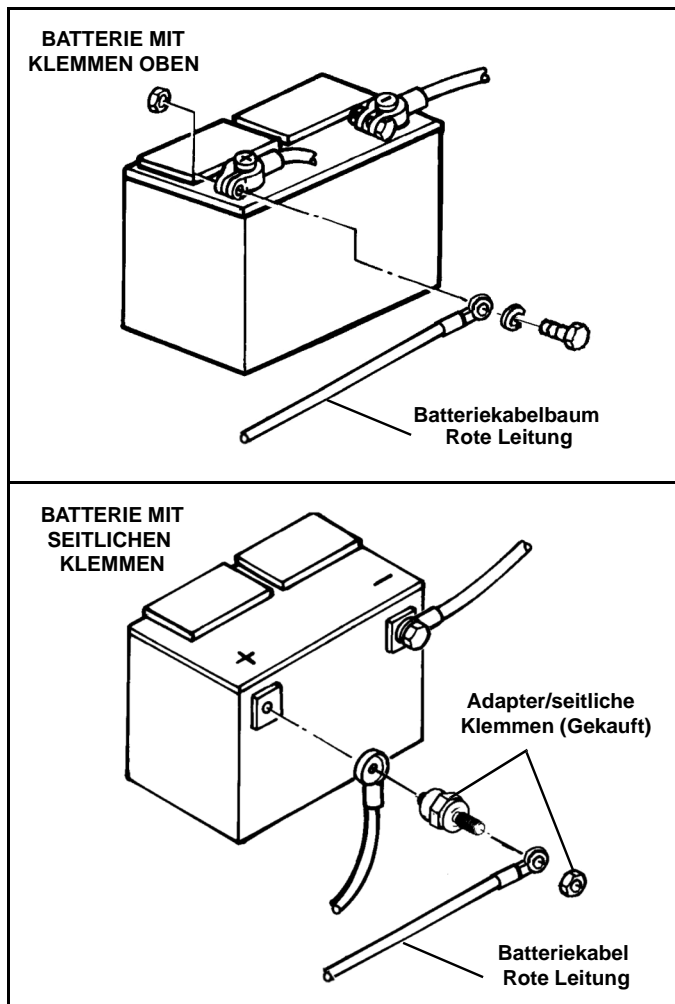

Abb. 1-4
4. Befestigen Sie das andere Ende des 3,6 m langen Batteriekabels an der POSITIVEN (+) Polklemme auf der Batterie. (Siehe Abb. 1-4).